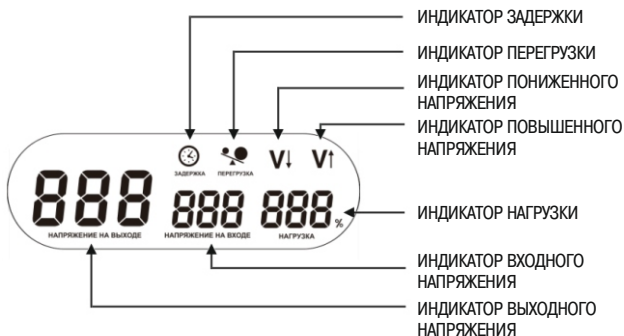

Рисунок 3 – Индикация режимов работы стабилизатора
1.2 При изменении напряжения сети в диапазоне от 100 до 260 В стабилизатор поддерживает уровень выходного напряжения 220 В с точностью 8 %. Функции защиты обеспечивают безопасную эксплуатацию стабилизатора в непрерывном режиме. Стабилизатор имеет на лицевой панели multifunctional индикатор, отображающий режимы работы, уровень загрузки стабилизатора по мощности и уровни входного и выходного напряжения и др. (рисунок 3).